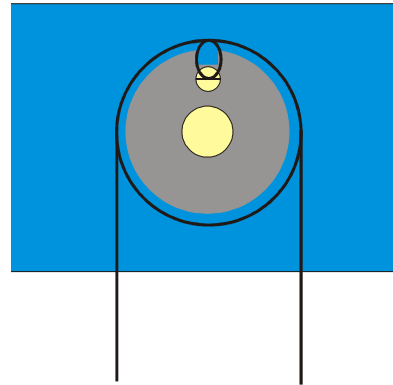

Fig. 8 : Représentation schématique du guidage du fil autour de la poulie au niveau du capteur de déplacement
- Desserrez la vis sur la poulie du capteur de déplacement. Faites passer le fil une fois autour de la poulie, faites-le sortir de l'évidement et faites passer une boucle autour de la vis. Fixez le fil avec la vis (cf. Fig. 8).